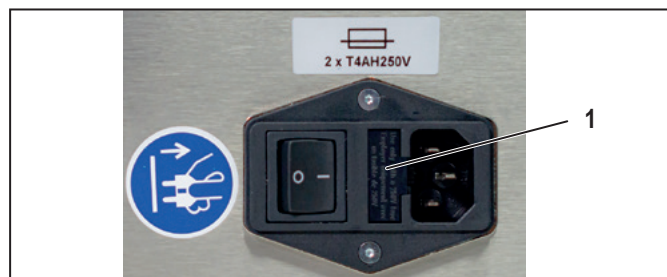

Imagen 8.5 Abrir el compartimento de los fusibles
- Abra el compartimento de los fusibles haciendo palanca con un destornillador de punta plana, véase Imagen 8.5, 1.